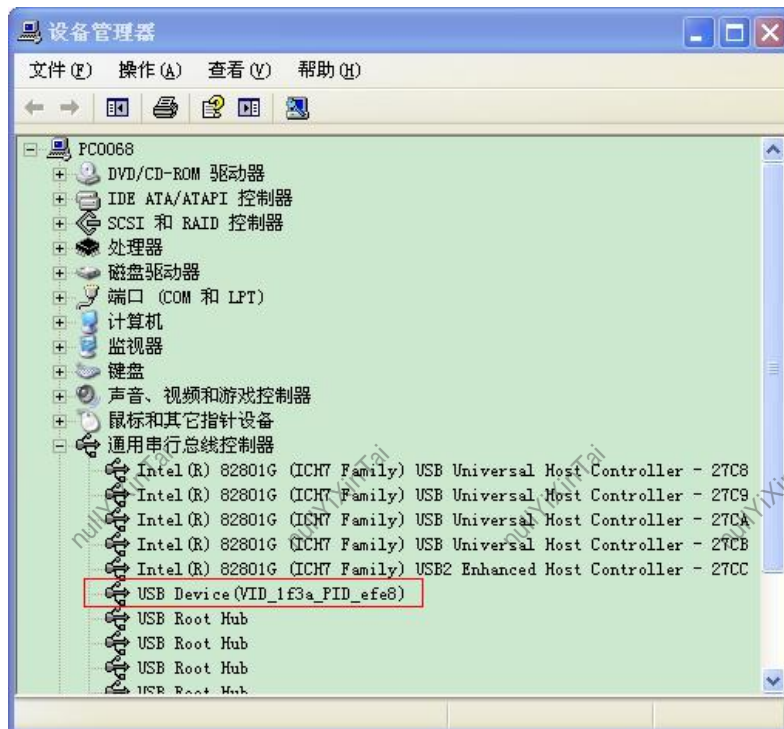

图 6
- 1、通过 USB 连接 PC 后，在《设备管理其中不会出现》如下：（图 6）；或量产工具《PhoenixPro》上一直是 .
当保证这几路供电正常后。通过 USB 连接 PC 后，在《设备管理其中会出现》如下：（图 6）
（2）插上 USB 后，PhoenixSUIT 烧写，在《设备管理其中会出现》如上：（图 6），但无法烧录。可以怀疑 DDR 或 flash 不良。